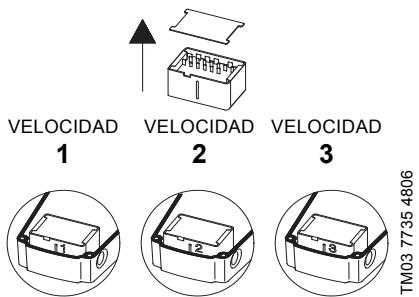

Fig. 14 Módulo de conmutación de velocidad
3. Extraiga el módulo de conmutación de velocidad e insértele de nuevo, de modo que la velocidad deseada pueda verse a través del visor de la caja de conexiones (consulte la fig. 14).